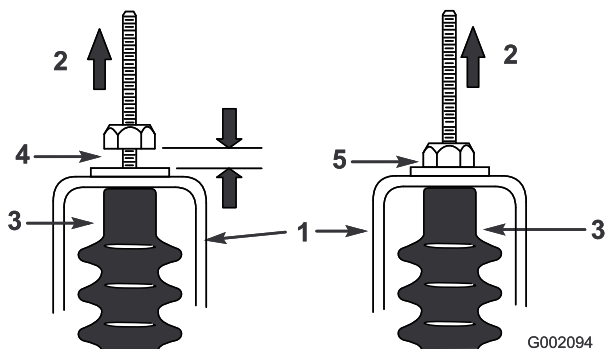

図 49
5. それぞれのシフトケーブルを引っ張って、ナットワッシャとニュートラルブラケットとの間に 0.76-1.52 mm のすきまがあることを確認する図 49。